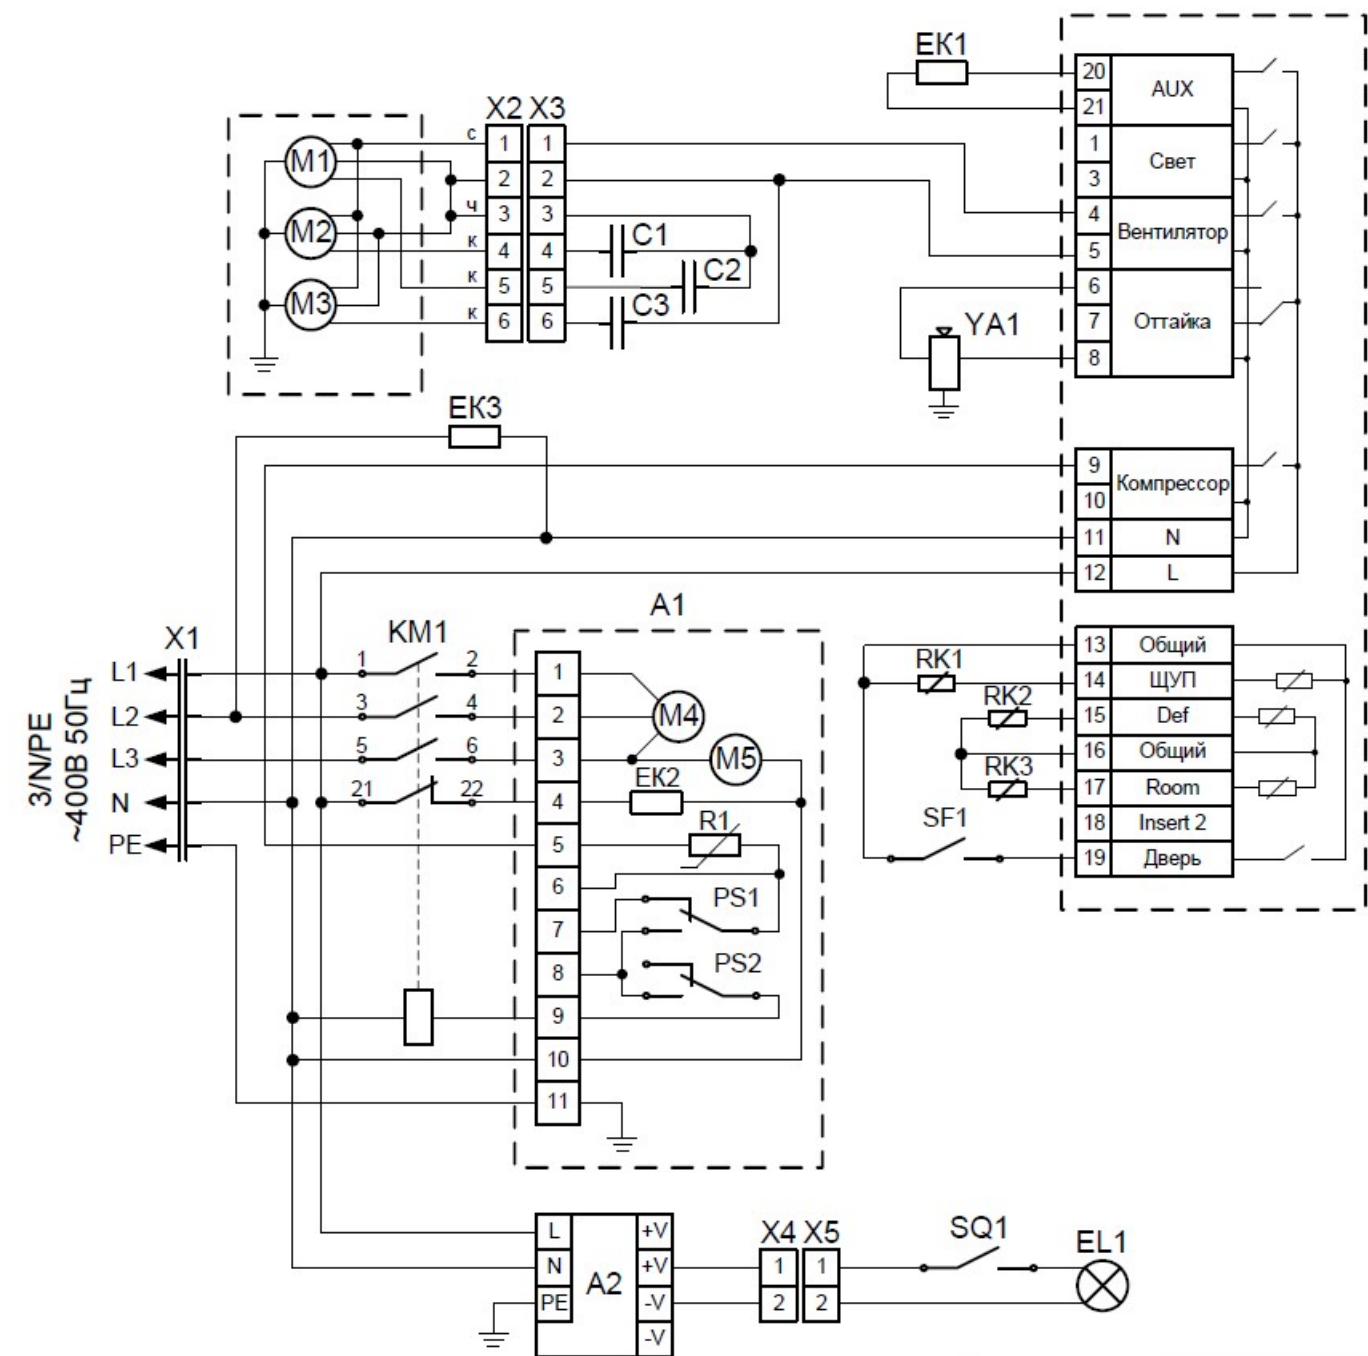

Рис.11 Принципиальная электрическая схема шкафа
-установите новый шнур питания, аналогичный штатному шнуру питания (см. Раздел 6 Руководства) в соответствии со схемой на рис.11;